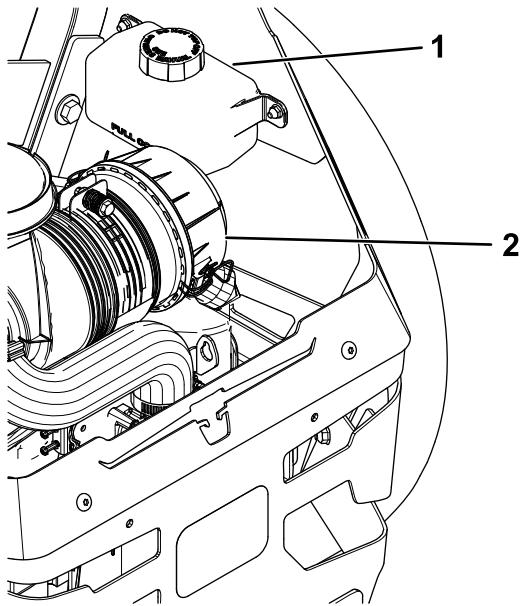

Bild 65
2. Prüfen Sie das Ausdehnungsgefäß und füllen Sie ggf. Hydrauliköl der Sorte Toro® HYPR-OIL™ 500 bis zur Markierung FULL COLD auf (Bild 65).